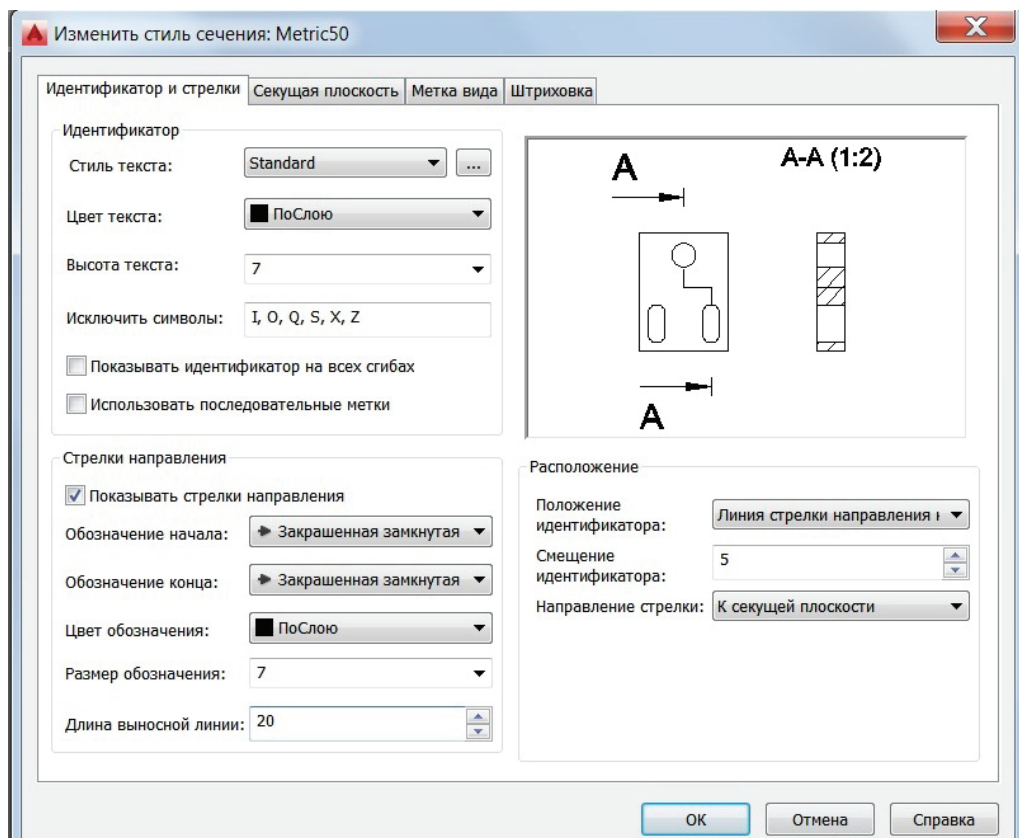

Рис. 3.3.5. Диалоговое окно **Изменить стиль сечения: Metric50**.
Редактируем **Стиль сечения** на основе Metric50, используя вкладки диалогового окна **Изменить стиль сечения: Metric50** (рис. 3.3.5).
- Вкладка **Идентификатор и стрелки** (см. рис. 3.3.5).